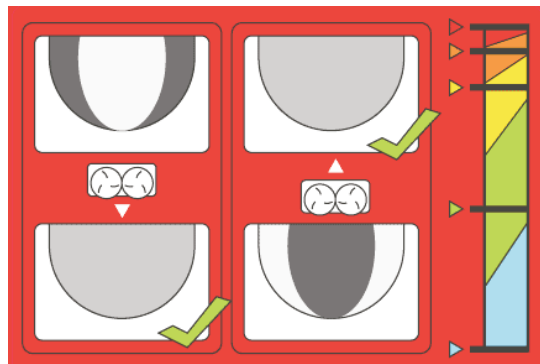

Figura 43
Para corrigir este facto, o **ajuste de configuração da base** tem uma ilustração que indica o correto reposicionamento da base (Figura 43).
**Nota:** As cores no autocolante mostrado na Figura 43 correspondem às cores no autocolante de funcionamento principal (Figura 30).